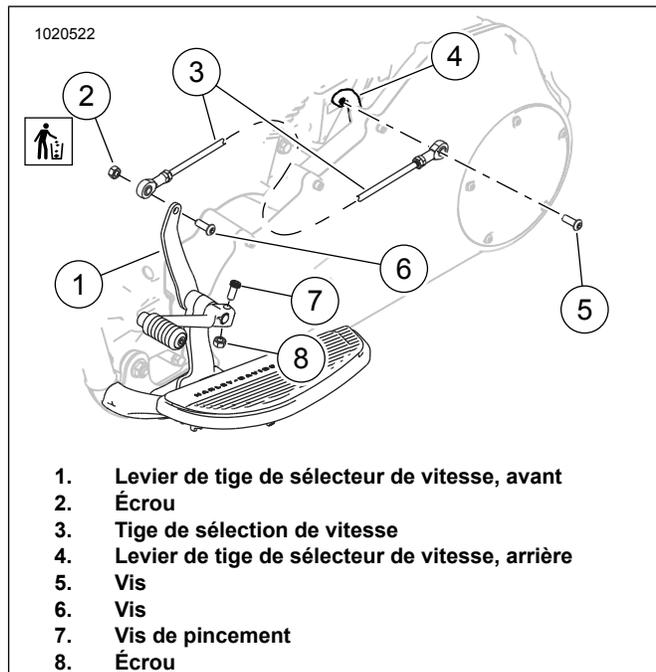

Figure 2. Tringlerie du sélecteur : Modèles à commande avancée
1. Voir la figure 2. Déposer la vis pour libérer la tringlerie du levier du sélecteur avant (1).
- a. Déposer la vis de pincement (7) et l'écrou (8).
1. Voir la figure 2.
- a. Poser le levier de tige de sélecteur de vitesse (1) et l'arbre.
- c. Déposer la vis de pincement (7) et l'écrou (8). Serrer.